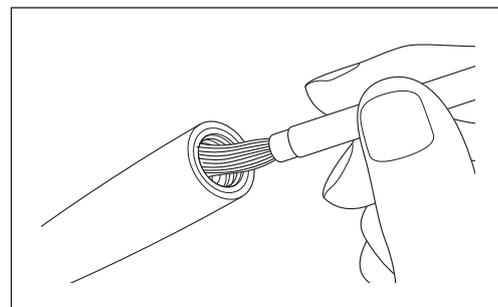

Fig. 39
- 3) Utilize a escova de limpeza fornecida para remover pó da secção interior onde a peça de mão foi ligado (Fig. 39).